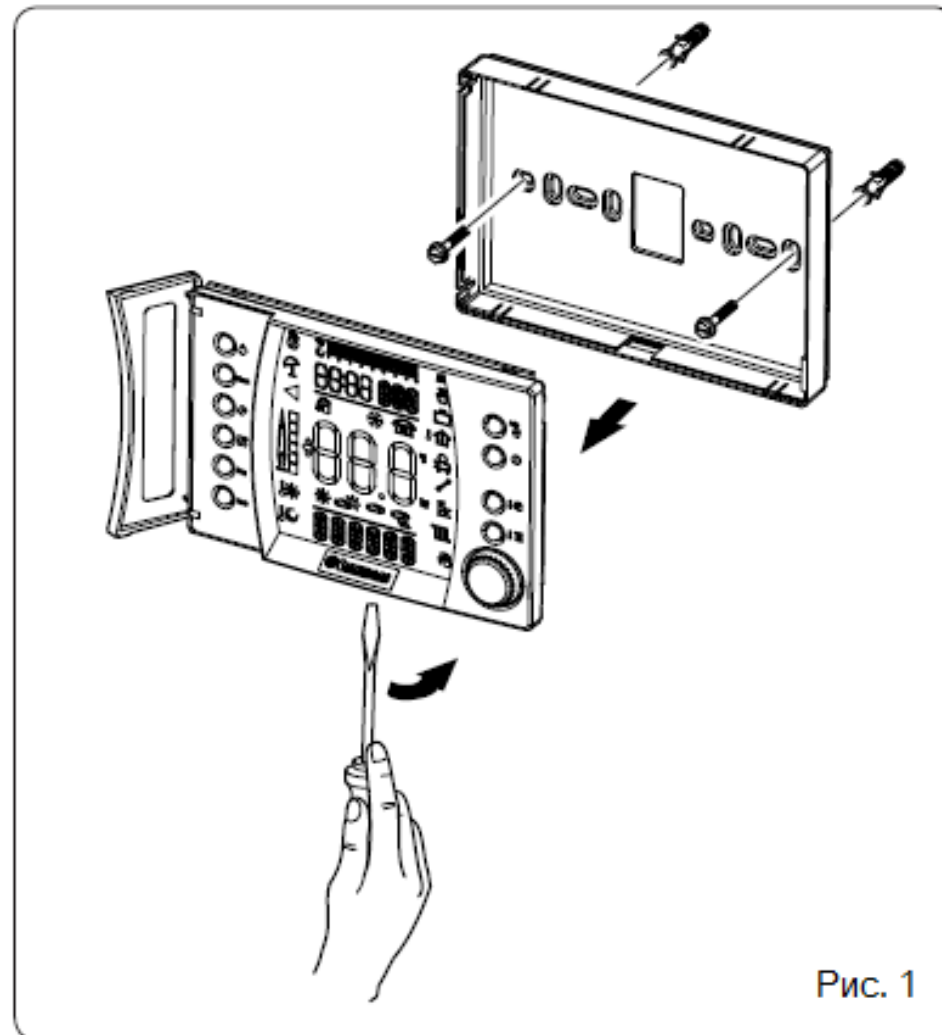

Рис. 1
1. Отделите крепежную панель от корпуса цифрового пульта ДУ, используя в качестве рычага отвертку, вставляя ее в специальное углубление (Рис. 1). Устанавливайте Super CAR вдали от источников тепла и в таком положении, чтобы он достоверно показывал температуру в контролируемом помещении (Рис. 2 и 3).
- Используя специальные отверстия в задней стенке корпуса пульта, закрепите Super CAR непосредственно на стене (Рис. 1) или на заглубленном посадочном месте. Используйте специальные винты, поставляемые в принадлежности.
- Защелкните корпус Super CAR на крепежной панели (Рис. 1).